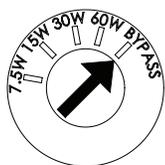

图 27
- 使用平头螺丝刀将变压器分阀门改为旁路，如图 27 所示。